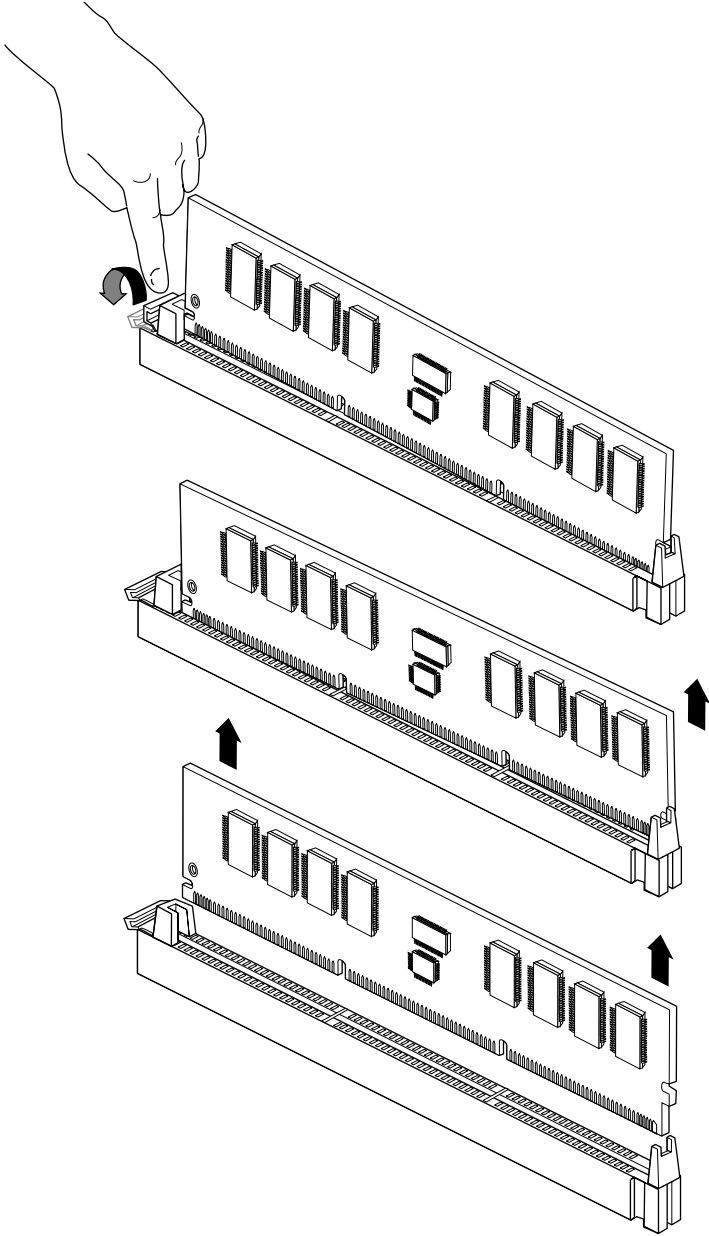

Figure 5-8 Retrait des barrettes DIMM
- La Figure 5-8 explique comment retirer des barrettes DIMM de leurs emplacements.